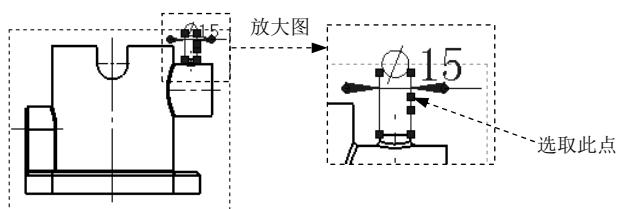

图 9.7.7 定义编辑位置
Step3. 编辑尺寸界线转折。此时在定义的编辑对象上出现两个编辑点，如图 9.7.7 所示。选取图 9.7.7 所示的点，按住鼠标左键不放并向右拖动鼠标，将其拖动到合适位置后放开鼠标左键。